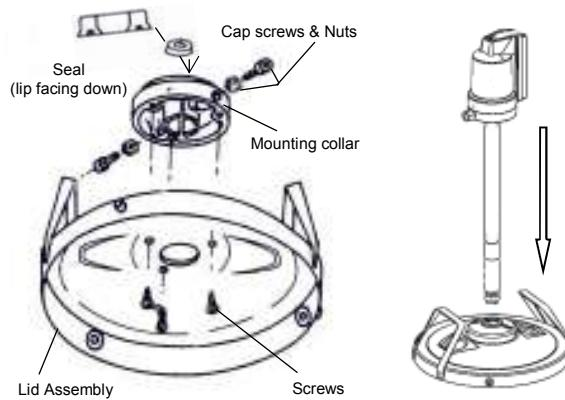

Fig 1
- 1) Assemble mounting collar (fig1)
- 2) Fit mounting collar to lid assembly (fig 1)
- 1) Monter collier de montage (fig1)
- 2) Fixer collier de montage pour l'assemblage du couvercle (fig 1)
(fig 1)